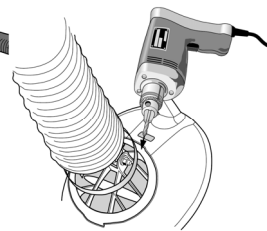

Fig. 8
3) フード上部にΦ7.5の穴を開けてください。(Fig. 8)